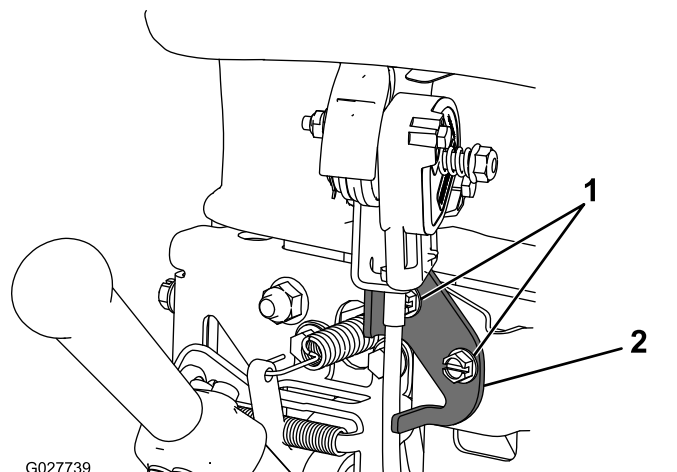

Figura 31
2. Allentate i 2 dispositivi di fissaggio che fissano il comando dell'acceleratore (Figura 31).